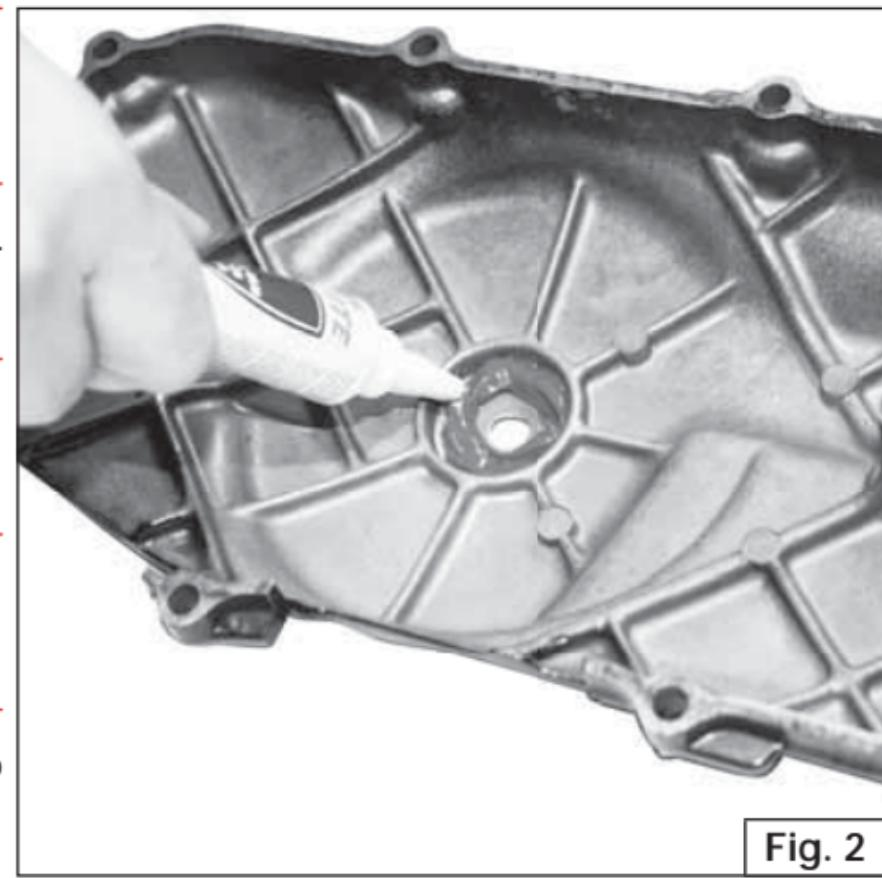

Fig. 2
- Applicare della pasta siliconica sul fondo del carter, come indicato in **Fig. 2**
- Apply silicone to the recess of the crankcase cover, as shown in **Fig. 2**
- Appliquer de la pâte siliconnée sur le fond du carter comme indiqué en **Fig. 2**.
- Tragen Sie hitzeverträgliches Silikon an der vorgesehenen Stelle (**Abb. 2**) der Variatorabdeckung auf.
- Aplicar la pasta de silicona en el fondo del cárter tal y como se indica en la **Fig. 2**.